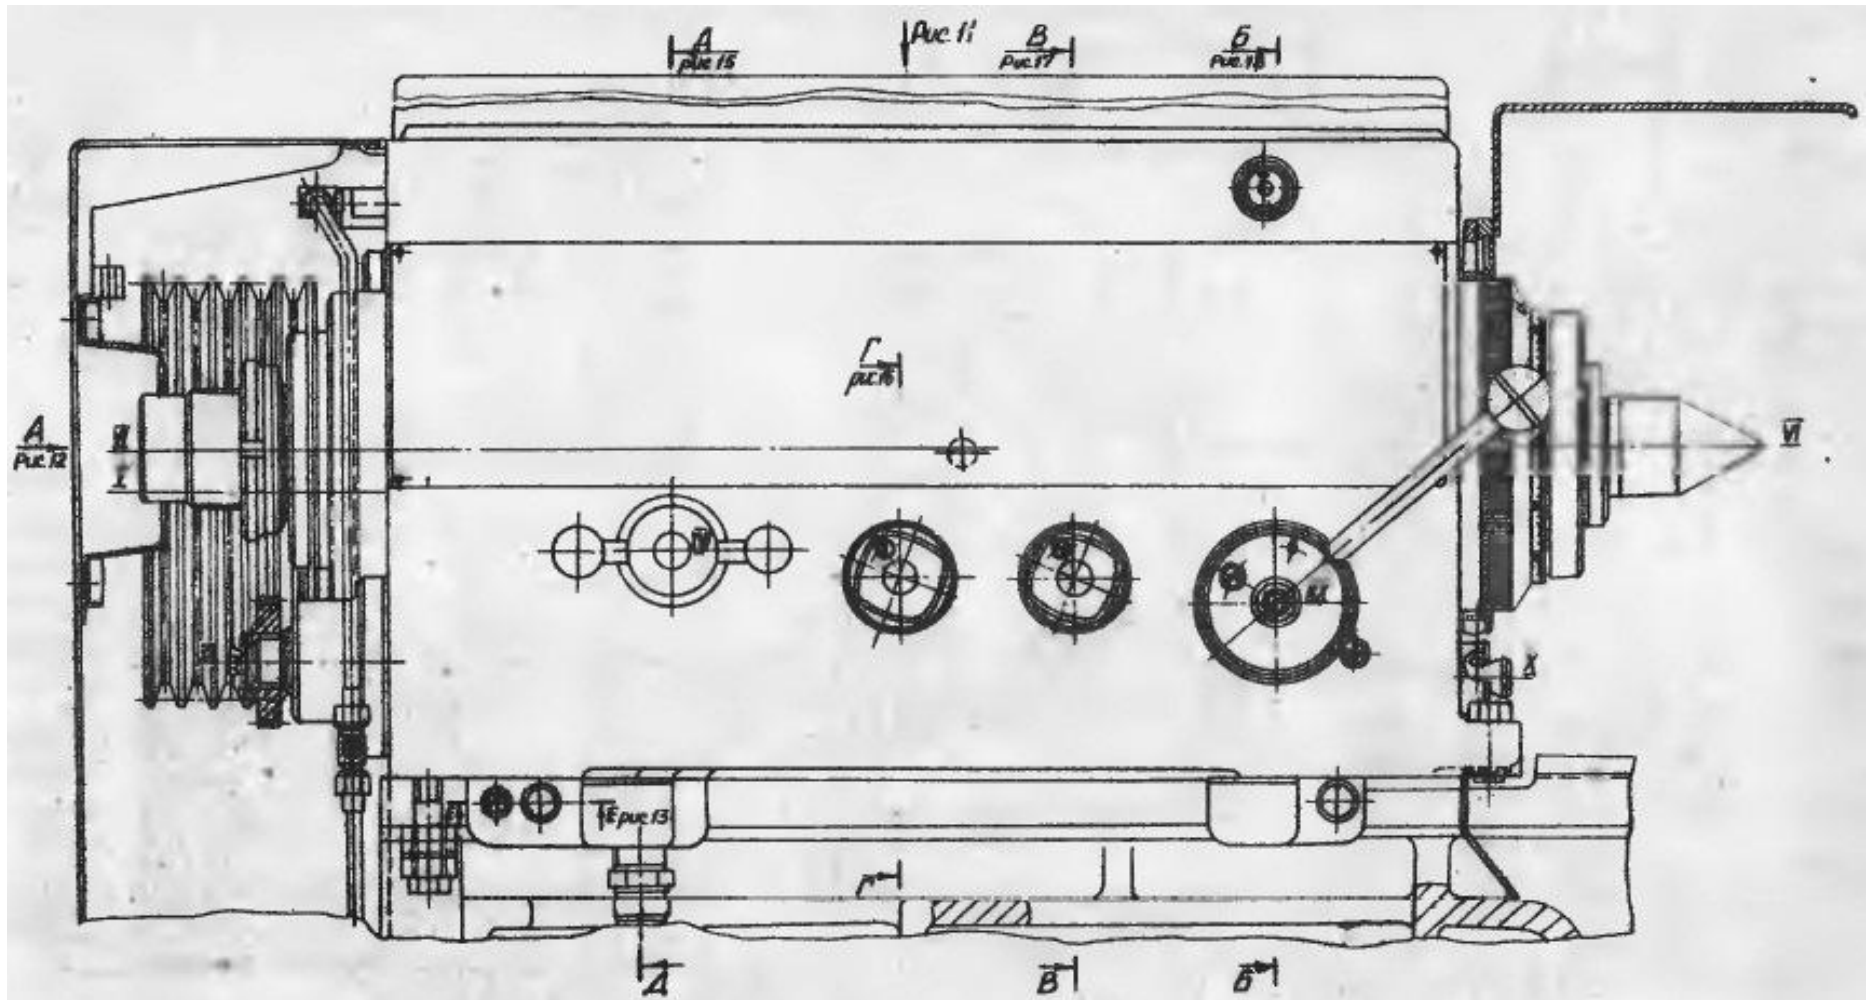

Рисунок 10
2.2. Бабка шпиндельная 16к20.020.001 (Рисунок 10,...21)
Г-Г рис.10
D-B рис. 10